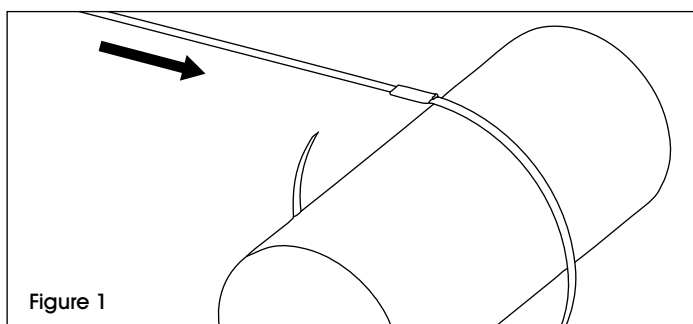

Figure 1
1. Pull strapping from cart and bring around load. Push seal on with flat side of the seal facing outside of strap. (See Figure 1)
1. Tirez le cerclage du chariot et placez-le autour de la charge. Placez le joint en vous assurant que le côté plat soit situé du côté extérieur du feuillard. (Voir Figure 1)